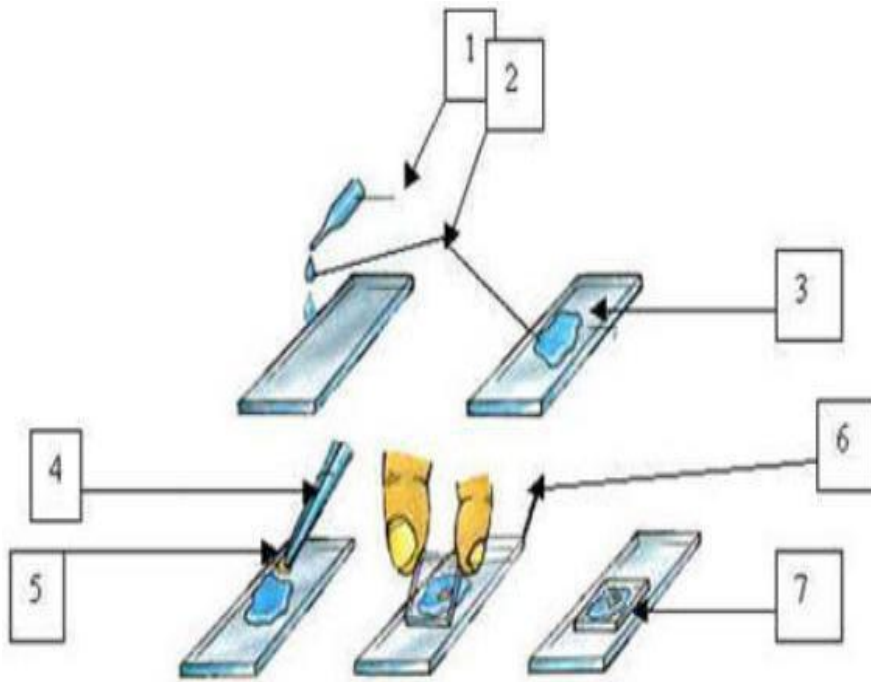

Рис. 2.7. Виготовлення препарату «роздавлена крапля».
- на знежирене предметне скельце за допомогою піпетки нанесіть підготовлену суспензію хлібопекарських дріжджів (рис.2.7);